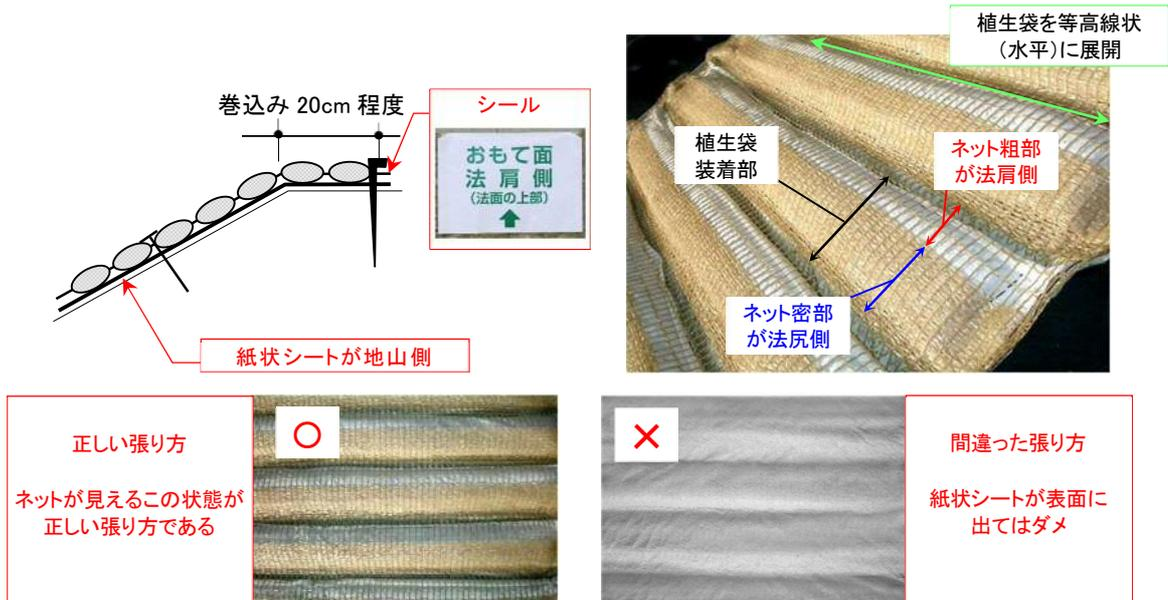

図 1. マットの展開・施工方法
① マットの展開
- マットを製品に付けられたシール表示に従い、ネットがおもて面に、シール装着部が法肩側になるように展開する（この際、植生袋が必ず等高線状（水平）になるように展開する）。マットを法尻部でカットするなどしてシールがない場合には、植生袋装着部を観察し、必ずネット粗部が法肩側となるようにして設置を行う（図1参照）。